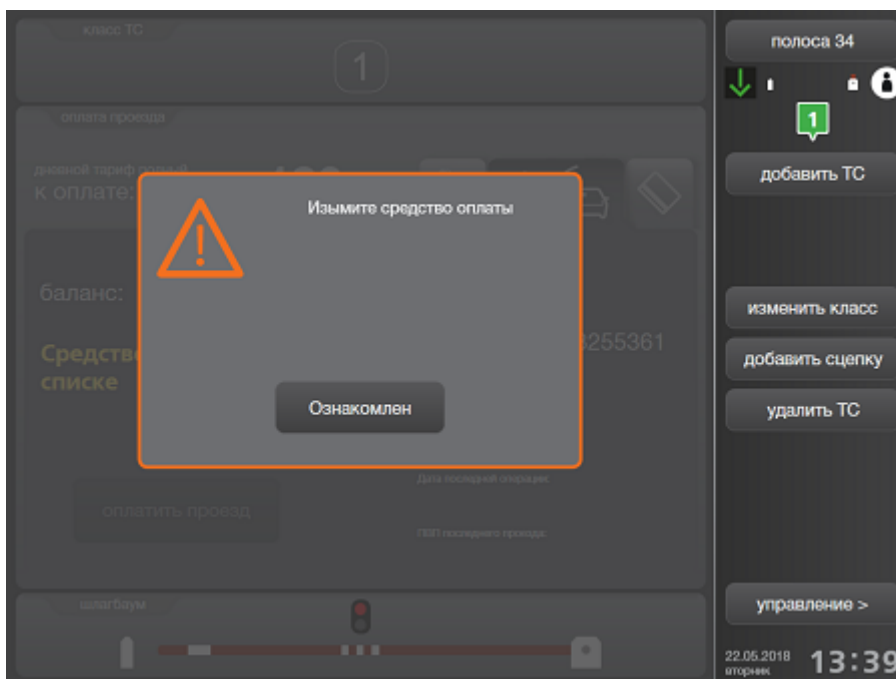

Рисунок 99. Оплата проезда по БСК невозможна (карта в черном списке)
- Номер карты находится в сером/черном списке (рис. 99);